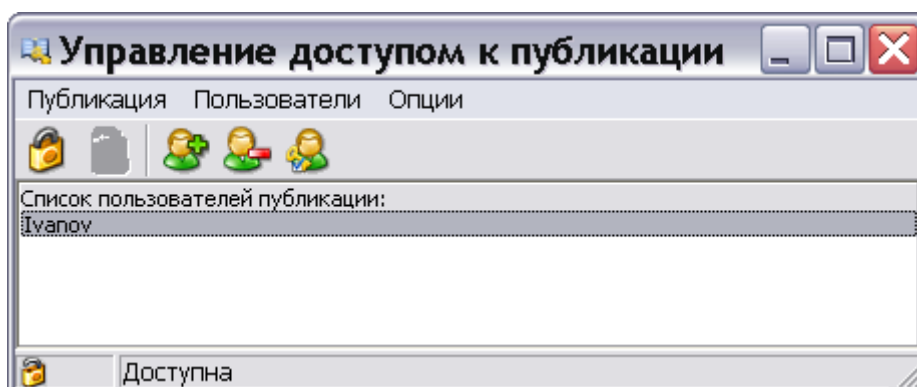

Рис. 196
5. Введите имя пользователя и пароль доступа к публикации. Нажмите на кнопку **ОК**. После этого имя пользователя появится в окне **Управление доступом к публикации** (Рис. 196).